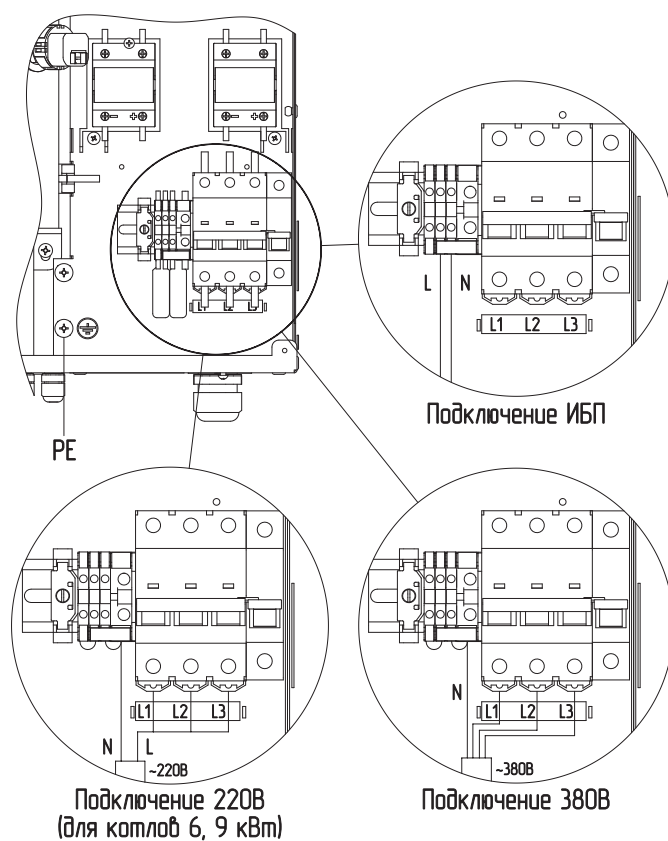
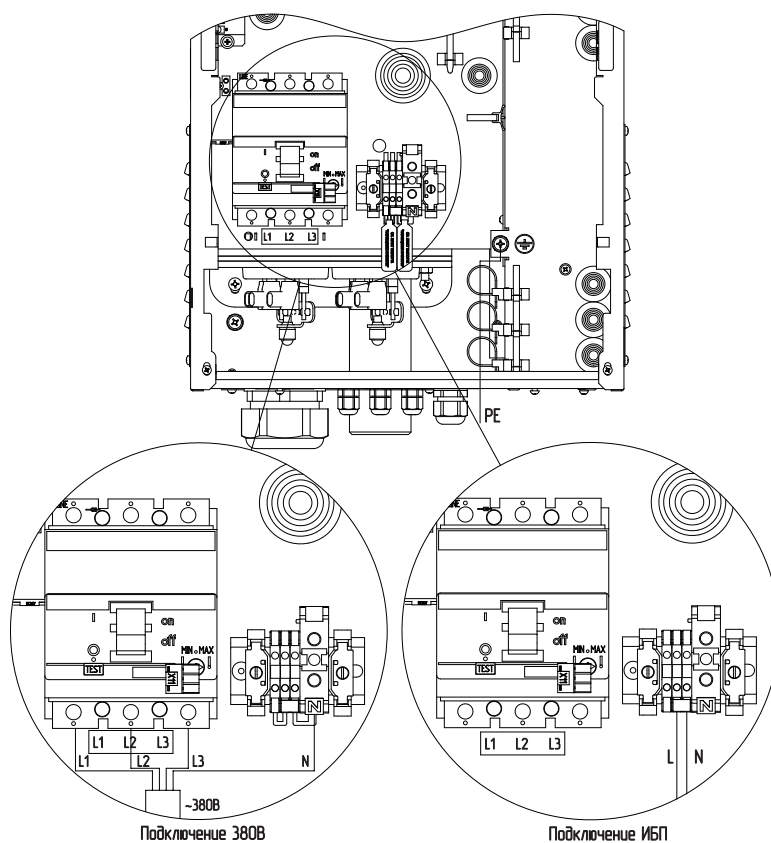
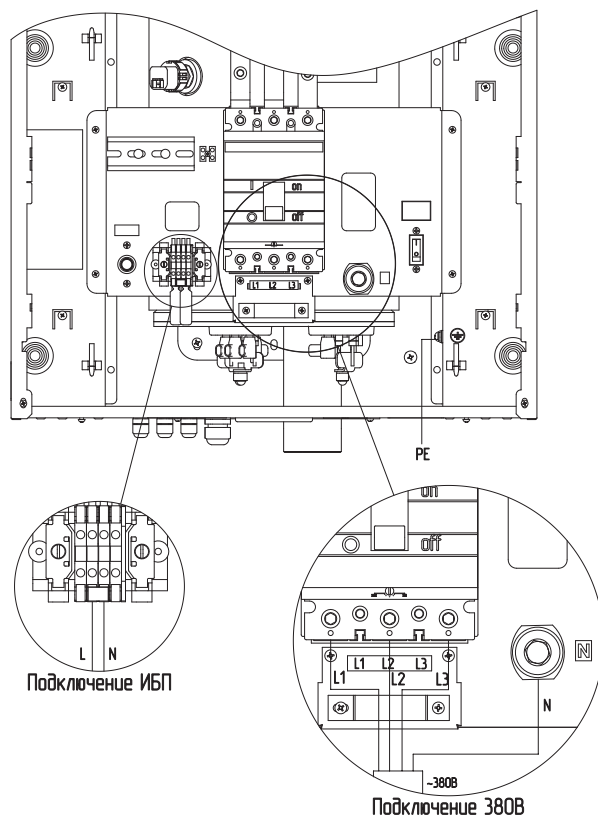
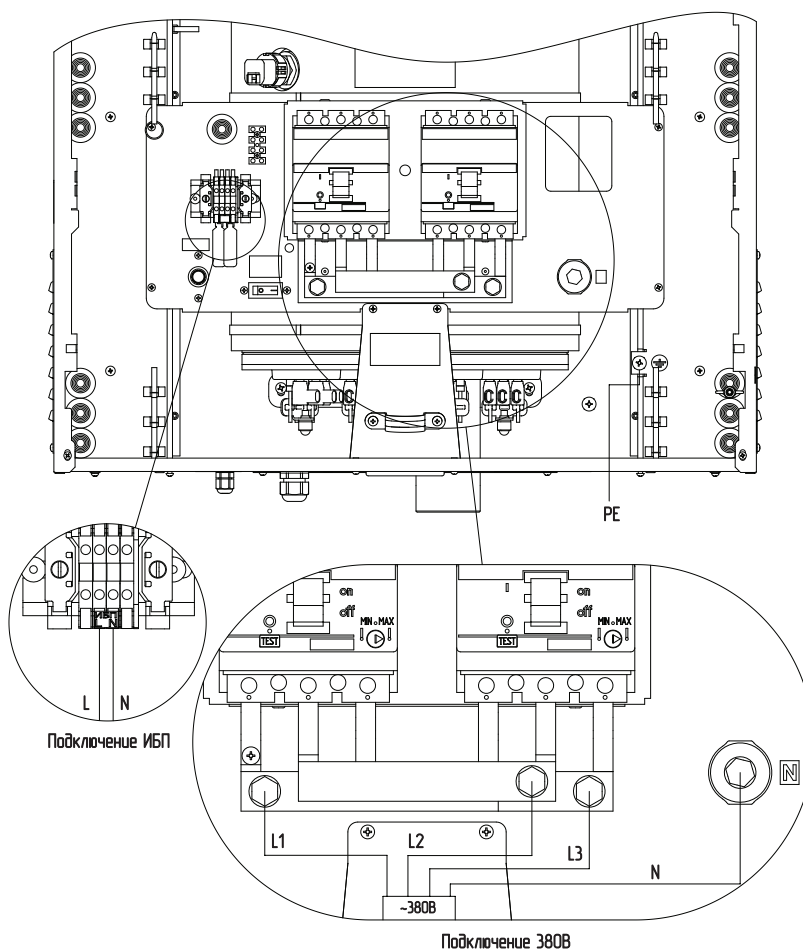

Рис.7 Схема подключения электрического котла ZOTA SOLID-X 6-24 кВт
Рис.8 Схема подключения электрического котла ZOTA SOLID-X 30-60 кВт
Рис.9 Схема подключения электрического котла ZOTA SOLID-X 72-100 кВт
Рис.10 Схема подключения электрического котла ZOTA SOLID-X 133 кВт
- извлечь перемычки (**Рис.7, Рис.8, Рис.9, Рис.10, поз.1;**
- подключить провода фазы «L» к колодке (**Рис.7, Рис.8, Рис.9, Рис.10, поз.2;**
- подключить провода нейтрали «N» к колодке (**Рис.7, Рис.8, Рис.9, Рис.10, поз.3).**